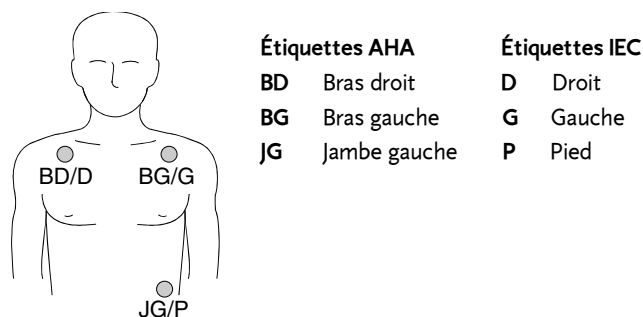

Figure 3-2 Connexion des électrodes ECG pour la surveillance de l'ECG
- 2 Placer les électrodes ECG sur la poitrine du patient, comme indiqué à la Figure 3-2.